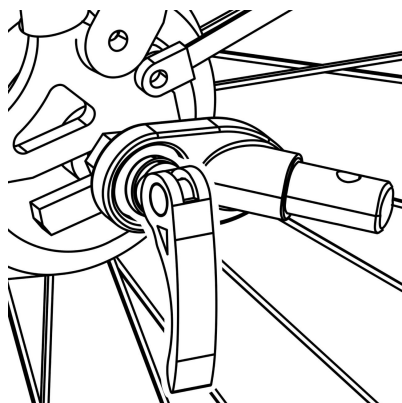

Abbildung 11
1. Schnellspanner - Achse: Entfernen Sie den Schnellspanner von der linken Seite der Hinterachse des Fahrrads. Montieren Sie die Kupplung zwischen Schnellspanner und Rahmen. Ziehen Sie den Schnellspanner gemäß der Anleitung des Fahrradherstellers fest. Die Anhängerkupplung kann am Fahrrad verbleiben, wenn der Anhänger abgenommen wird (Abbildung 11).